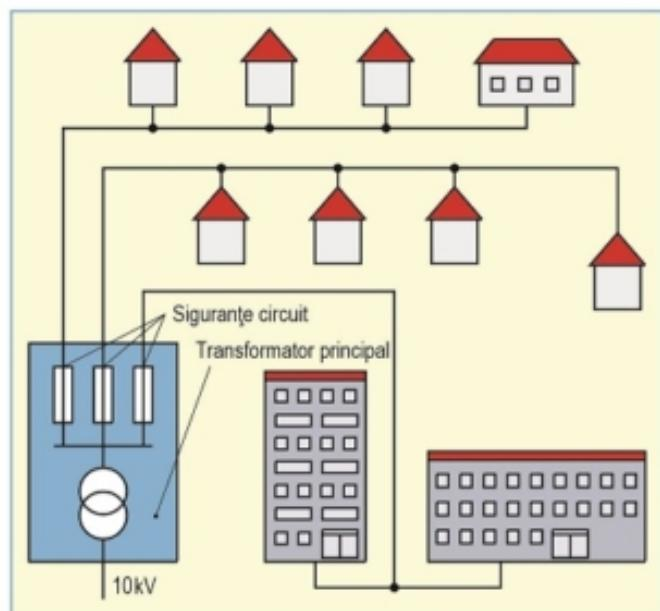

Figura 1: Rețea radială
**Rețelele radiale** au o singură alimentare (vezi figura 1). Din punctul de alimentare, de exemplu stația de transformare sau un nod, liniile pornesc în mod radial către consumatori. Rețeaua radială este o rețea simplu de construit, ușor de monitorizat și calculat.